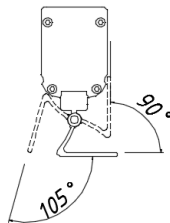

Рис.2
6.6.3 Отвернуть поворотную скобу в сторону поверхности установки до нужного положения (Рис. 2). Максимальный угол поворота скобы на светильнике 195°.